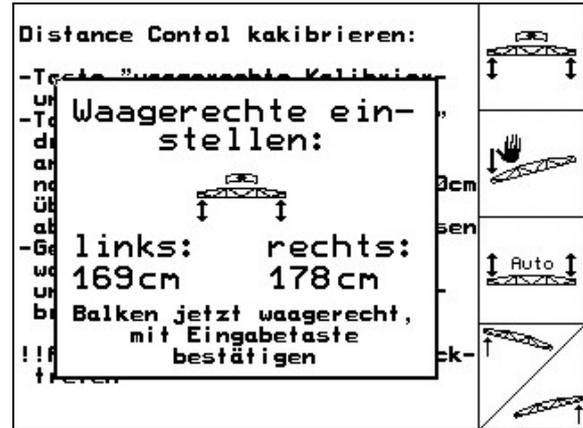

図 17
4.  ブームを水平に調節します。両センサの最新の高度が表示され続けます (図 17)。